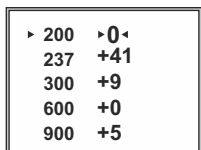

Abb. 8
- Bei Parameter (z.B.: +41; +9; -19), die rechts von der Distanz angegeben sind, bedeuten die Zahl von Klicks auf der Achse **Y**, durch die die Lage des Ansehens auf anderen Entfernungen von der Basisdistanz unterscheidet (**Abb. 8**).